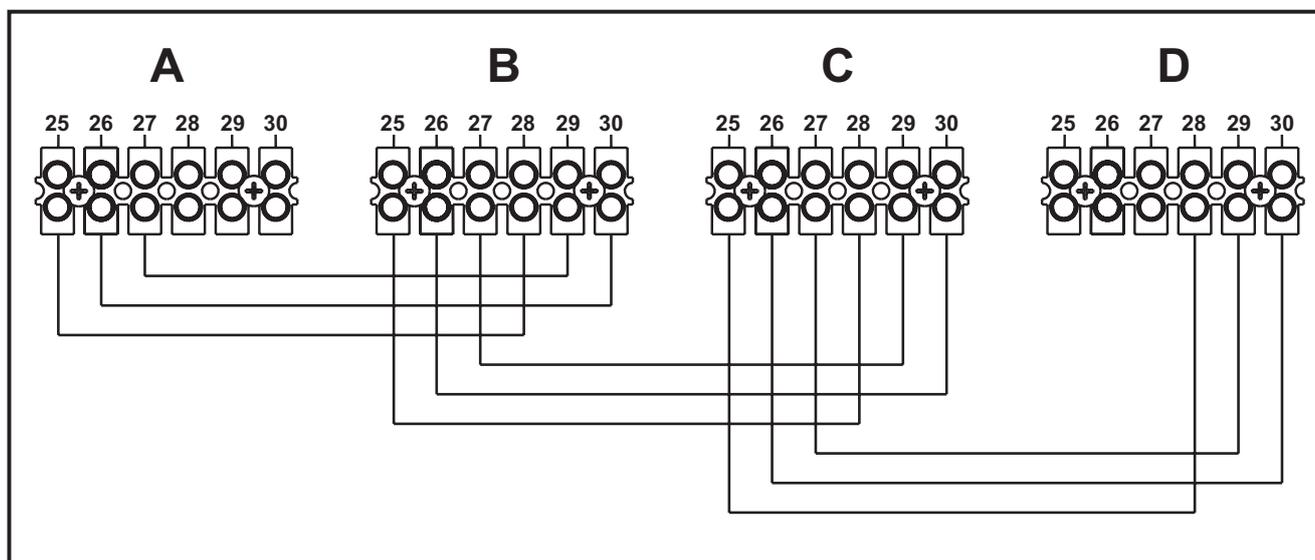

fig. 27 - Collegamento in cascata
1. Collegare i moduli come mostrato in fig. 27
Se questo non avviene, togliere alimentazione elettrica e controllare il cablaggio in fig. 27.